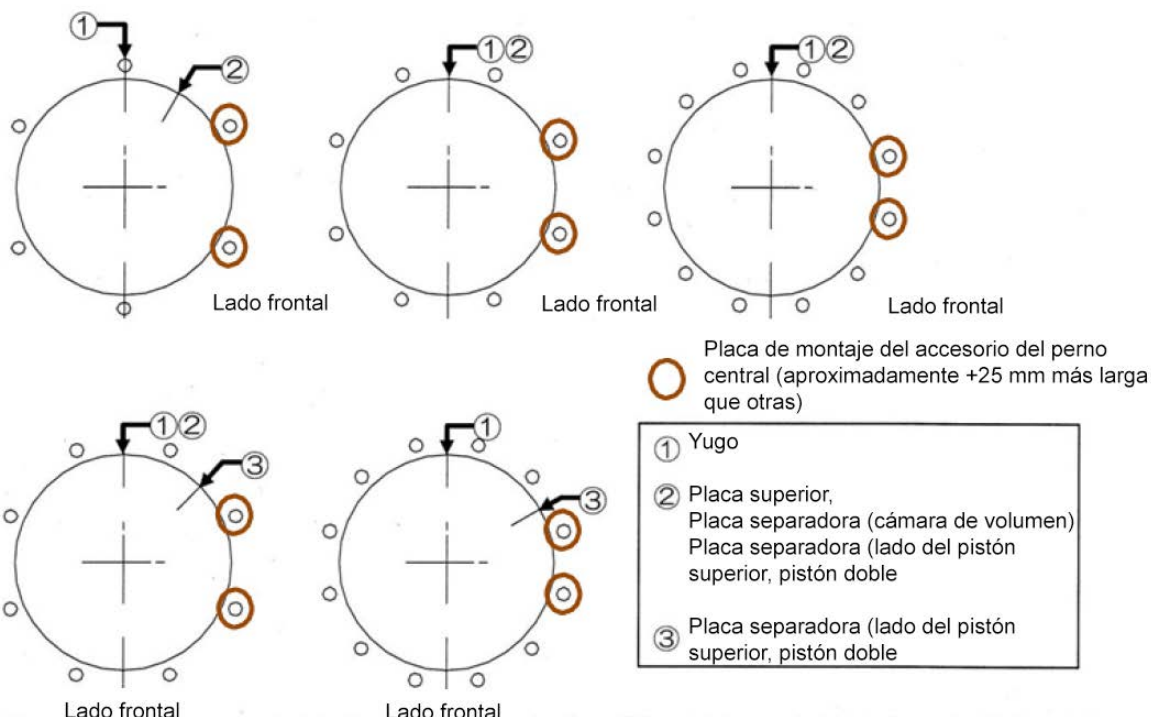

Figura 18 - Posicionamiento del perno central
15. Asegúrese de que las posiciones de las conexiones de aire sean correctas. Inserte los pernos centrales en los orificios de la placa superior y el yugo. Monte las arandelas de resorte y las tuercas y apriételas ligeramente a mano. Monte las arandelas de resorte y las tuercas en la parte inferior del yugo a mano. Asegúrese de que la posición de los pernos centrales (aproximadamente +25 mm más largos que otros) para la placa de montaje de accesorios, si está equipada, cumpla con la Figura 18.